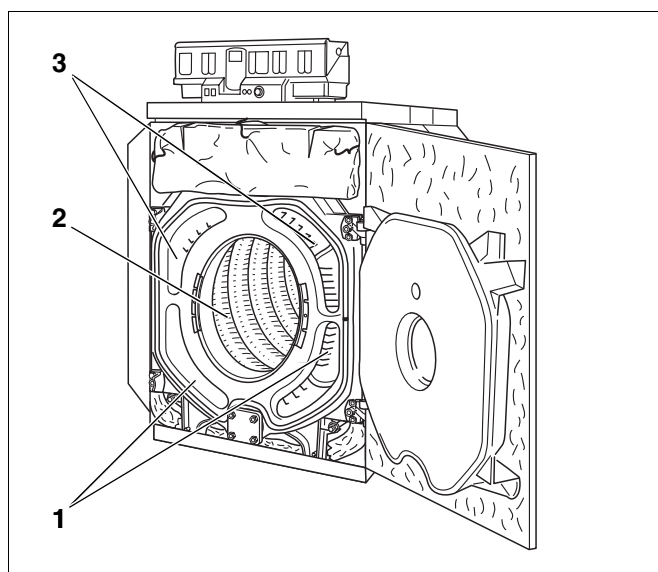

Fig. 74 Curățarea canalelor de fum
- Canalele de fum se curăță cu perii tip 1 și 2, din față spre spate (fig. 74, **poz. 1** și **3**).
- Restul camerei de ardere (fig. 74, **poz. 2**) se curăță cu peria tip 2.